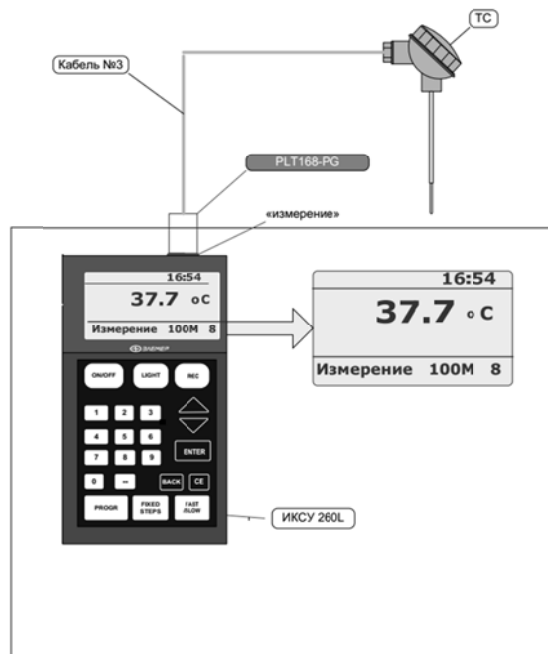

Рис. 3. Схема подключения калибратора-измерителя к термопреобразователю
1. Подключить с помощью проводников термопреобразователь к калибратору ИКСУ-260L так, как показано на рис. 3.